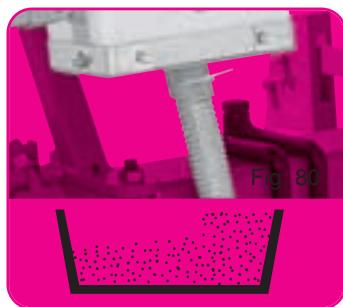
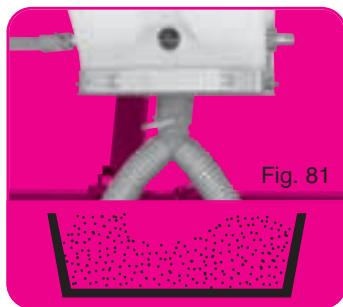

Fig. 80
Fig. 81
- II - Mettre un peu d'engrais sur une sortie pour alimenter 1 tuyau - Fig. 80 (si le rang est alimenté par 2 tuyaux, mesurer sur 2 sorties - Fig. 81).
- II - Put a little of fertilizer on an outlet, enough to feed 1 hose - Fig. 80 (if the row is fed by 2 hoses, measure on 2 outlets - Fig. 81)